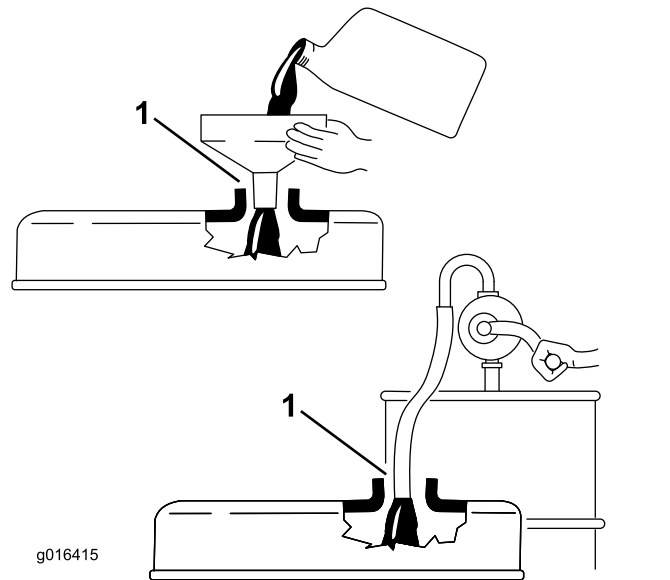

图32
**重要事项：** 添加机油时取出量油尺。当添加机油或注油时、注油设备与气门室盖内的注油孔之间必须有空隙、如图32所示。此空隙是注油时准许通风所必需的、可以防止油溢入通气孔。